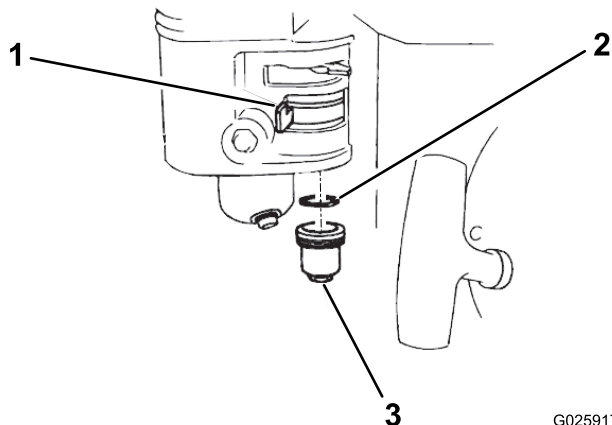

Figura 35
1. Mueva la válvula de combustible a la posición de CERRADO, luego retire la taza de sedimentos y la junta tórica (Figura 35).